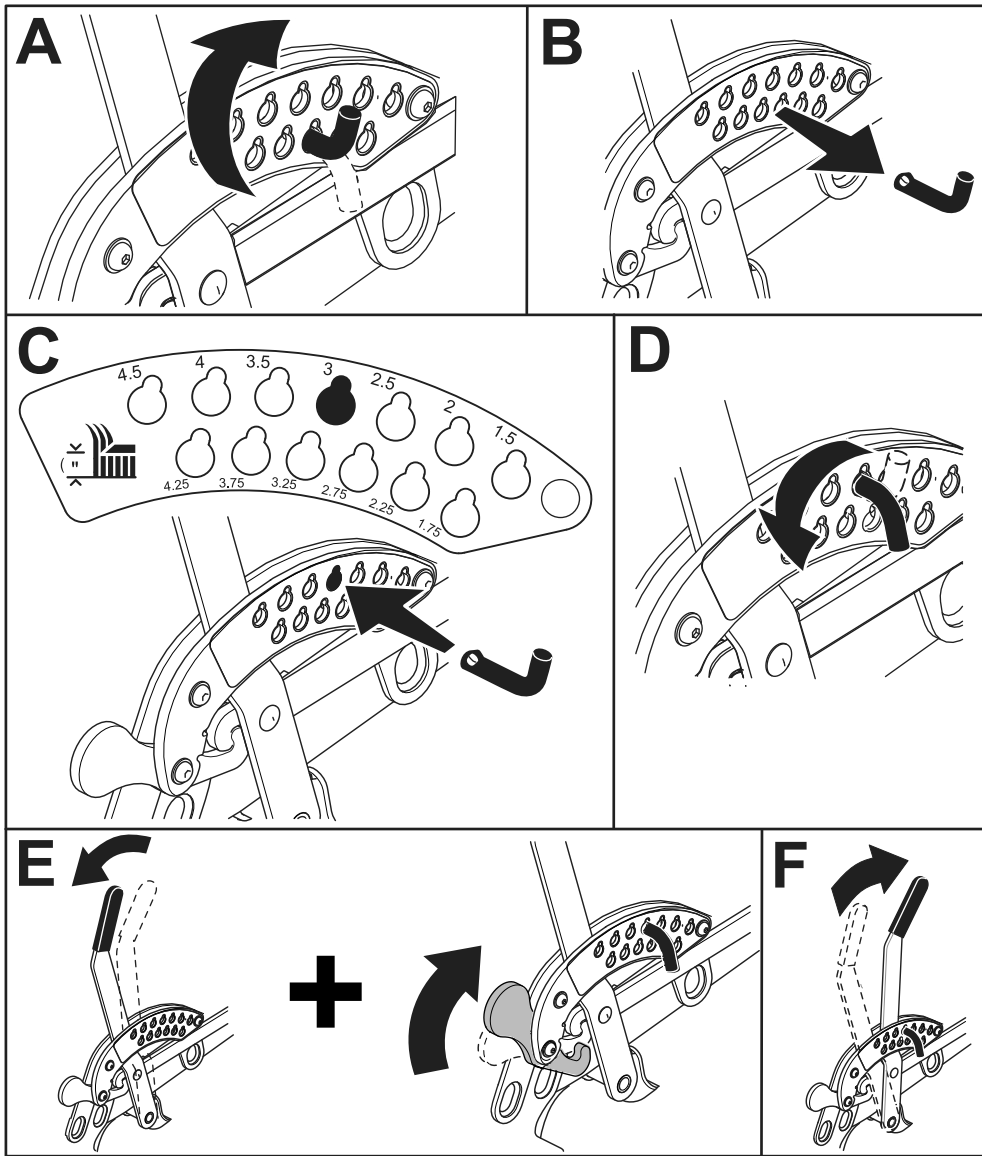

Figura 4
5. Spostate il perno dell'altezza di taglio nella posizione da 76 mm; fate riferimento a Figura 4.